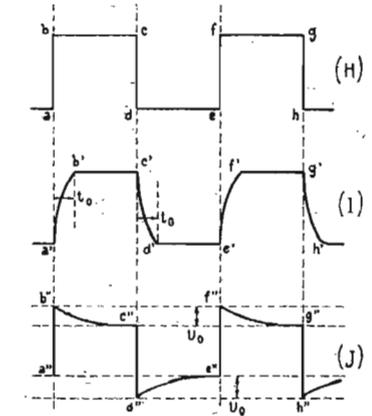

FIG. 3
Examinons les trois signaux, (H), (I) et (J) de la figure 3. Le signal parfait à amplifier est H. Il comporte des parties montantes ou descendantes telles que a b, c d, etc. et des parties « horizontales », c'est-à-dire correspondant à des amplitudes constantes comme b c, d e, etc. La présence, dans les amplificateurs, de circuits intégrateurs et de circuits différentiateurs (voir notre ABC de l'électronique d'octobre 1966) a pour effet la déformation de ces parties droites.